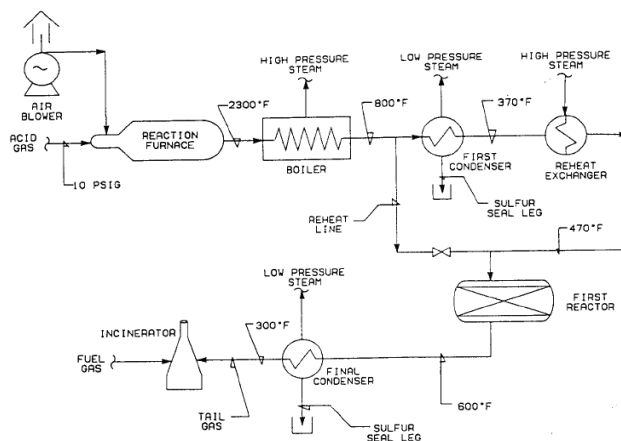

Figura 1. Diagrama de flujo de la planta recuperadora de azufre (claus)
2. Usted como ingeniero de procesos se encuentra asignado a la unidad recuperadora de azufre (figura 1) de una refinería. En el transcurso del año han ocurrido dos eventos que ocasionaron la parada de la planta para el mantenimiento y refacción de equipos. El primer evento consistió en la ruptura y fuga de agua y gases del último condensador y fue causado por un error en el cálculo de la resistencia tensil del material. El segundo evento fue causado por un incremento súbito de la temperatura ($T = 1000\text{ C}$) de la chimenea del incinerador provocando el colapso de la estructura de la chimenea por disminución de la resistencia del metal del cual estaba construida. En la reunión de parada y en el comité de investigación se debe decidir el material del cual tienen que estar contruidos ambos equipos para que no ocurran de nuevo las fallas. Usted es el ingeniero que debe recomendar la selección de los materiales para la construcción de los nuevos equipos a partir de los datos de laboratorio obtenidos de dos materiales: un acero y una aleación Fe-Ni. Los equipos deben ser diseñados para que resistan al menos por un periodo de 3 años el cual es el mínimo de tiempo programado para las paradas de planta. Los datos obtenidos de los posibles materiales que se pueden seleccionar (un acero y una aleación Fe-Ni) se presentan en el reporte anexo.